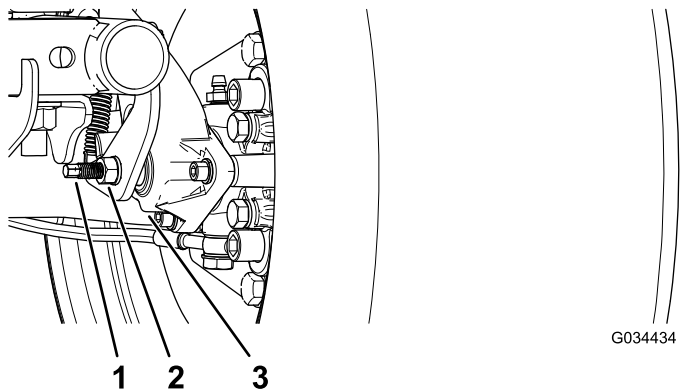

Figura 49
3. Con 2 llaves, sostenga en su sitio el poste de ajuste en la pinza con 1 llave y afloje la contratuerca 1/4 de giro con la otra llave (Figura 49).
4. Mientras sostiene el poste de ajuste y la contratuerca en su sitio, gire el poste hacia dentro para apretarlo (Figura 49).
5. Mientras sostiene el poste de ajuste y la contratuerca en su sitio, retroceda atrás 1/4 de giro (Figura 49).
6. Mientras sostiene el poste de ajuste y la contratuerca en su sitio, apriete la contratuerca (Figura 49).